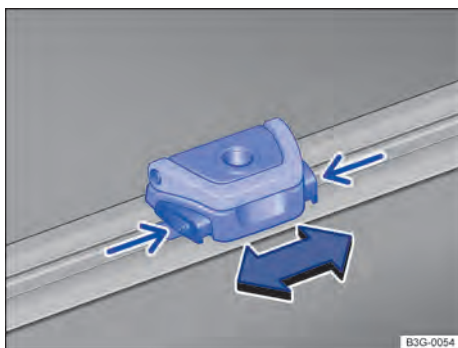

Fig. 135 No compartimento de bagagem: ajustar e remover os olhais de amarração.
- Pressionar os botões dos olhais de amarração → Fig. 135 (setas pequenas) ao mesmo tempo, e mantê-los pressionados.
- Colocar os olhais de amarração, conforme representado → Fig. 135, na posição desejada sobre o trilho, e soltar os botões.
- Deslocar os olhais de amarração no sentido desejado → Fig. 135 e soltar novamente os botões na posição desejada.